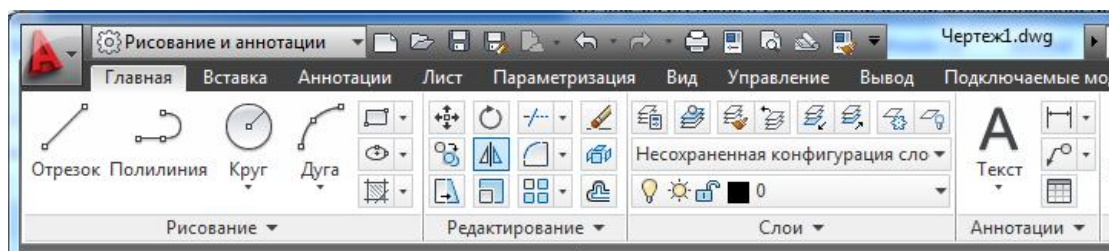
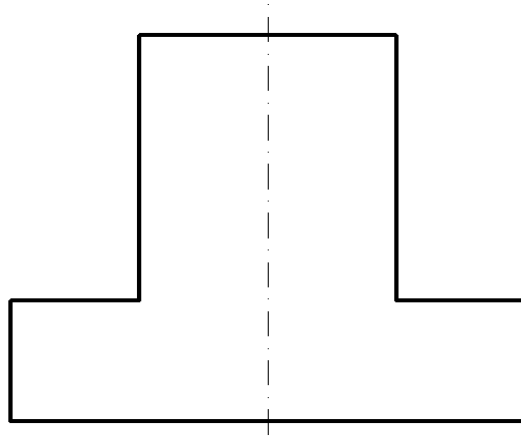

Рис. 23. Команда **Зеркальное отражение**.
Рис. 24. Этап 2.3.
2.3. Командой **Зеркальное отражение** (рис. 23) построить правую половину (рис. 24).